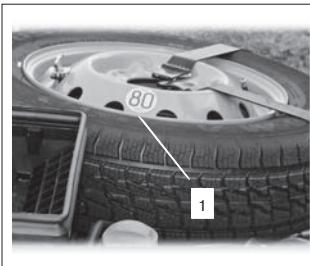

Рис. 40
Автомобиль укомплектован литыми колесными дисками и имеет запасное колесо со штампсварным диском. В случае, когда литые колёса и запасное колесо имеют разный вылет обода, штампсварное колесо может использоваться совместно с литыми колёсами только непрерывное время. При этом должен соблюдаться режим ограничения максимальной скорости движения – 80 км/ч. На диске запасного колеса имеется информационная табличка 1 с указанием разрешённой максимальной скорости – 80 км/ч (рис. 40). Величина вылета обода (ET) указана на внутренней стороне спицы литого колеса.